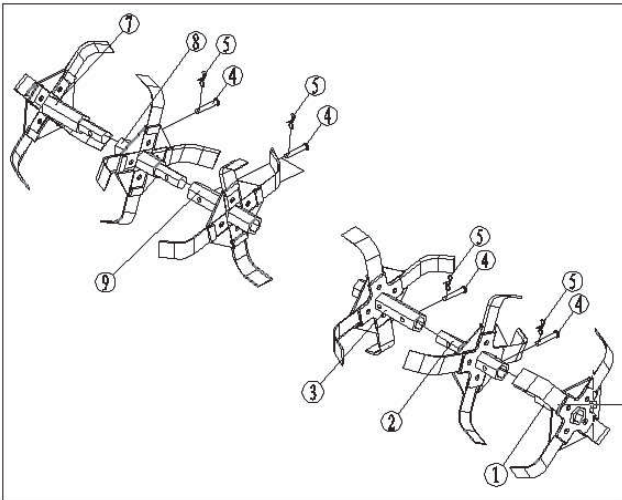

РИС.3
Разместите в указанном порядке комплекты фрез ①②③ и ⑦⑧⑨ как показано на рис.3. (Убедитесь в правильности направления режущих кромок ножей и симметричности фрез). Удалите штифты ④ и шпильки ⑤, затем соедините комплекты фрез между собой штифтами ④ и зафиксируйте шпильками ⑤.